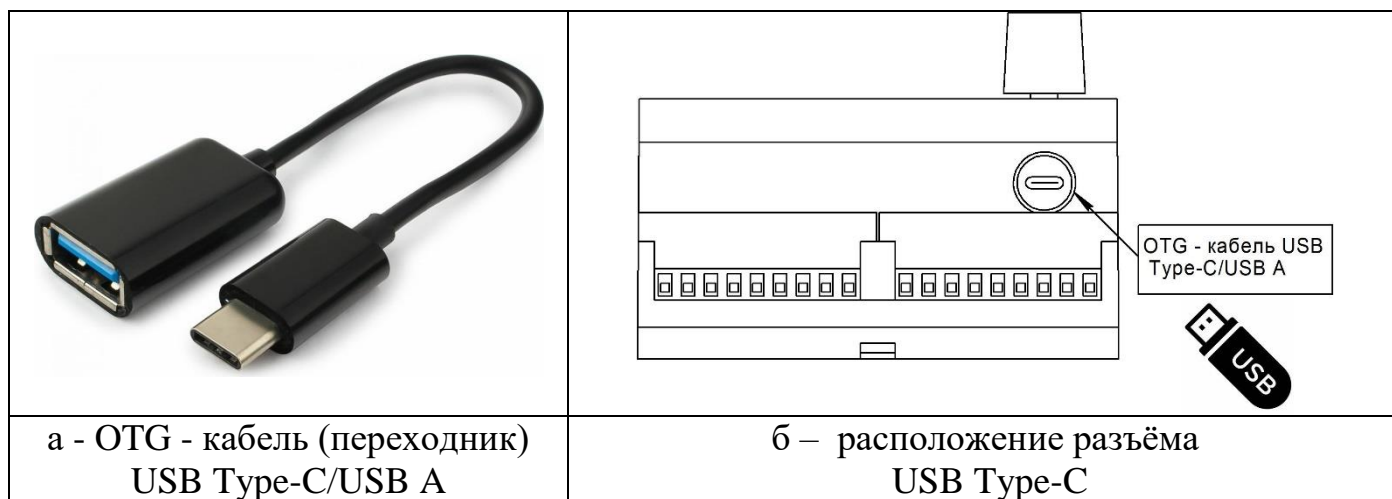

Рисунок 16 – Подключение USB-Flash накопителя
- 1 Подключить USB-Flash накопитель в разъём USB Type-C контроллера через OTG - кабель (переходник) USB Type-C/USB A (рисунок 16 а, б).